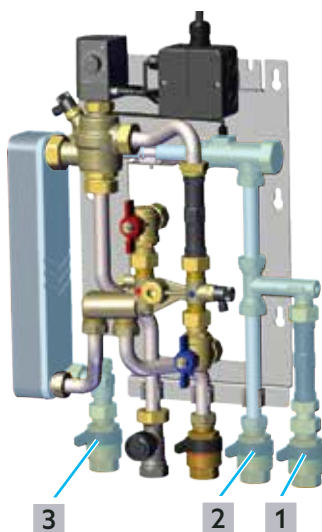

Abb. 15: Trinkwasserkreis füllen
- 1 Öffnen Sie langsam das Keramikscheibenventil im Kaltwasser-Zulauf (siehe Abb. 15 auf Seite 22 (1)) um die Station zu füllen.
- 2 Öffnen Sie langsam das Keramikscheibenventil im Warmwasser-Ausgang (3).
- 3 Öffnen Sie langsam das Keramikscheibenventil im Kaltwasser-Ausgang (2).